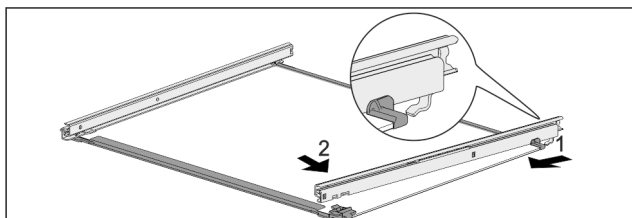

Fig. 125 Płyta szklana z szynami
- ▶ Zaczepić szynę z tyłu. Fig. 125 (1)
- ▶ Zazębić szynę z przodu. Fig. 125 (2)